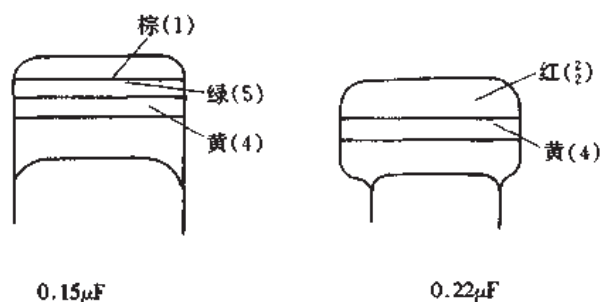

图 2.1.44 国外电容器容量色码表示法
(3) 色码表示法 色码表示法跟数码表示法相似。不同的是, 它标的不是数字, 而是用某种颜色代表某个数码。颜色黑、棕、红、橙、黄、绿、蓝、紫、灰和白分别代表0、1、2、3、4、5、6、7、8和9。沿着引线方向, 第一、二种颜色代表的数码表示容量的有效数字, 第三种颜色代表的数码则表示有效数字的后面添加的“0”数, 其单位也是 pF。如沿着引线方向, 第一色环的颜色为棕, 第二色环的颜色为黑, 第三色环的颜色为黄, 则其数码为 104, 即 0.1 μ F。此外, 有的电容器的色环较宽, 其宽度为两个甚至三个色环的宽度, 则这一色环表示两个或三个相同的数码。如第一宽色环为红色, 第二色环(窄一些的)为橙色, 则数码为 223, 即容量为 0.022 μ F。图 2.1.44 表示二个电容的容量都是采用色码表示的。